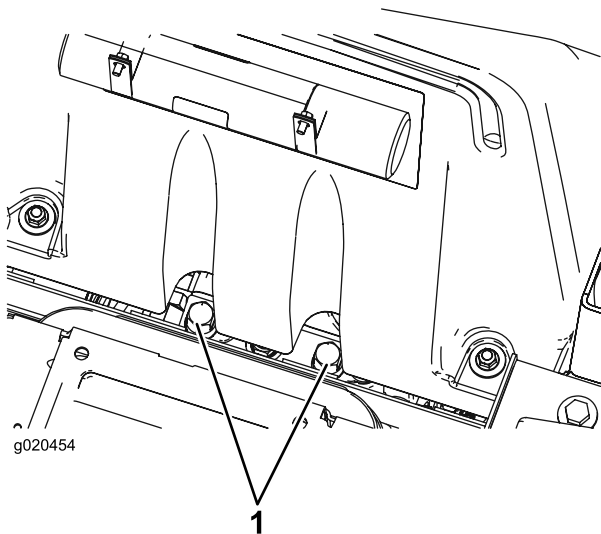

Figura 56
1. Levante el asiento. Las válvulas de desvío están situadas debajo de la parte delantera del depósito de combustible (Figura 56).